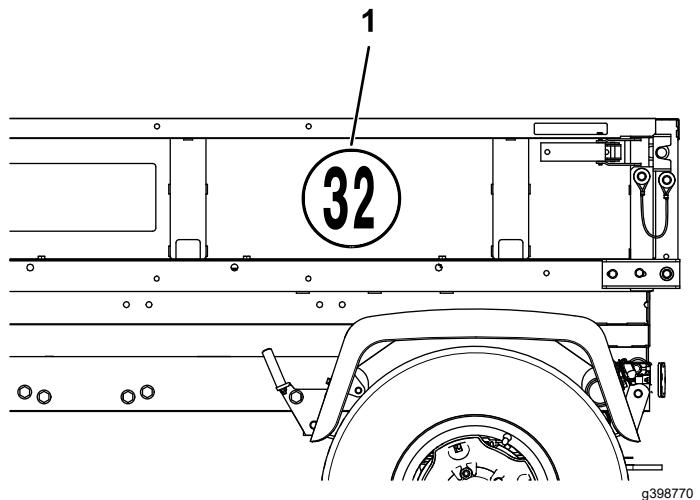

Figura 19
- En el lado izquierdo de la plataforma de carga, fije la pegatina de limitación de velocidad en la zona situada entre el segundo y el tercer perfil, como se muestra en la Figura 19.